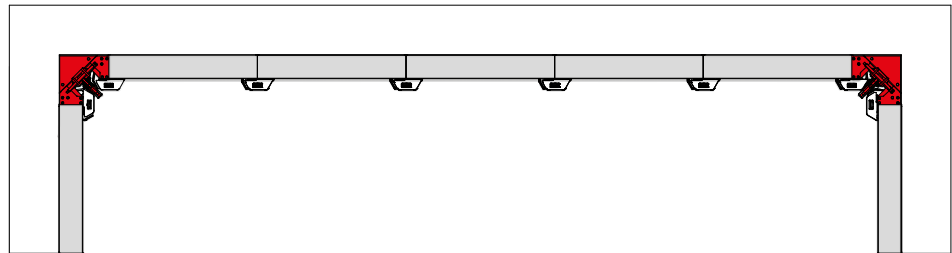

Fig. 35.1
1. Retirar los cerrojos AS del esquinero desencofrante tras el vaciado (Fig. 35.1).